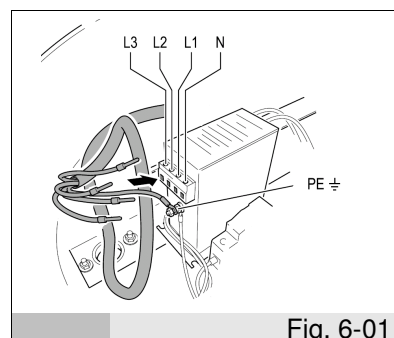

Fig. 6-01
Collegare il cavo di alimentazione al filtro di rete lasciando il cavo di collegamento a terra (PE) leggermente più lungo dei conduttori di alimentazione come da fig. 6-01: